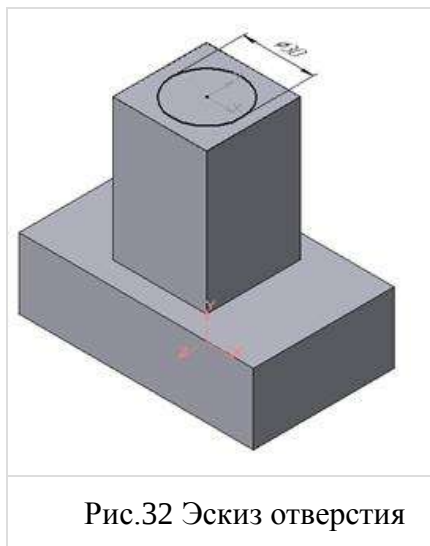
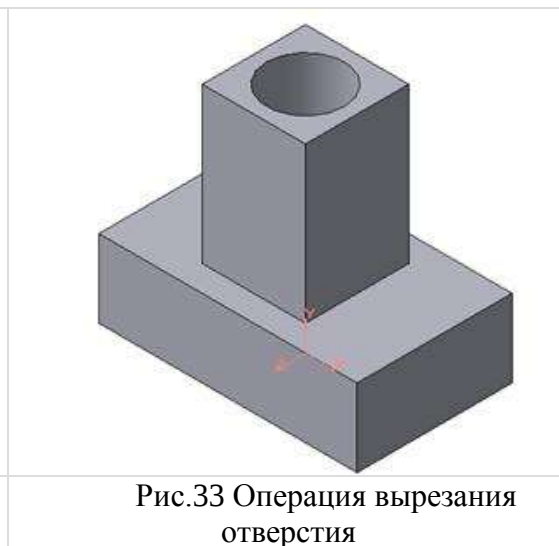
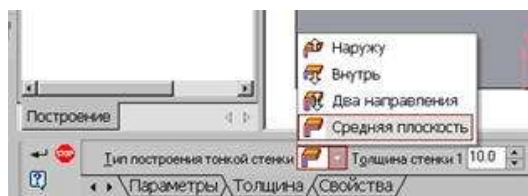

Рис.32 Эскиз отверстия
Рис.33 Операция вырезания отверстия
Рис.34 Выбор толщины ребра
3. Для создания цилиндрического отверстия на верхней грани призмы вычертим эскиз отверстия – окружность радиусом 15 мм (рис.32) и вырежем отверстие выдавливанием на глубину 40 мм (рис.33).
5. Для построения ребер жесткости служит кнопка  Ребро жесткости. На панели свойств команды (рис.34) закладка Толщина позволяет выбрать Толщину ребра жесткости. Закладка Параметры позволяет определить:
3. С помощью кнопки  Местный вид на странице Ассоциативные виды (рис.34) строим местный вид, для которого можно выбрать свой масштаб, например, 2:1 с помощью контекстного меню редактирования вида (рис.32), которое вызывается щелчком правой кнопкой мыши на выделенном виде. При изменении масштаба следует изменить обозначение местного вида: А (2:1).
1. Начертим контур, ограничивающий выносной элемент с помощью кнопки  Выносной элемент, расположенной на странице Обозначения (рис.33). Вначале укажите точку центра контура, ограничивающего выносной элемент, затем задайте размеры конура и укажите точку начала полки т2.